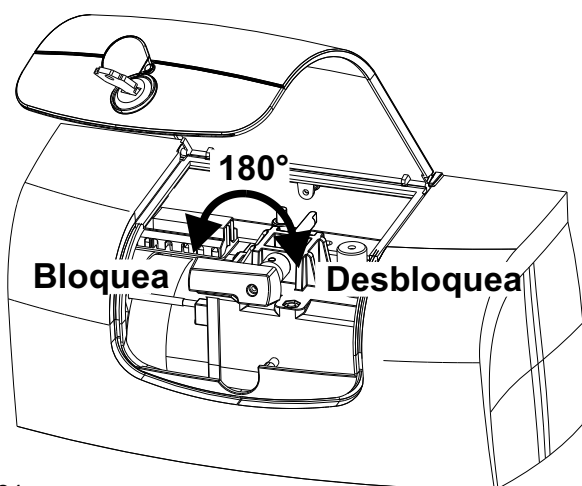

Fig. 24
- Girar la palanca de desbloqueo rojo de 180° en sentido horario, Fig.24.
- Girar a izquierdas la palanca de desbloqueo rojo de 180° en sentido antihorario, Fig.24.